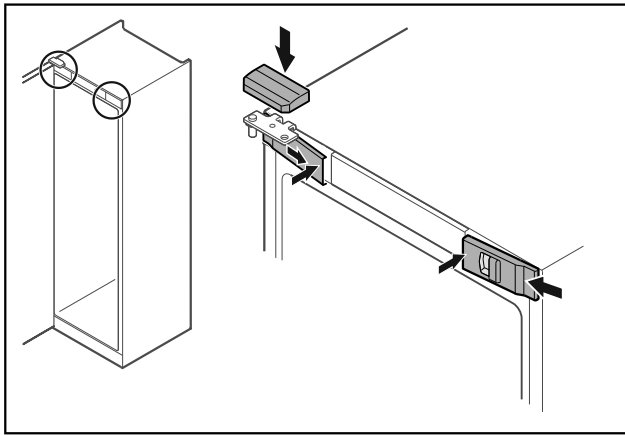

Fig. 49
- ▶ Vordere Abdeckungen Fig. 49 (1) seitlich einhaken und innen aufrasten.
- ▶ Obere Abdeckung Fig. 49 (2) von oben aufrasten.